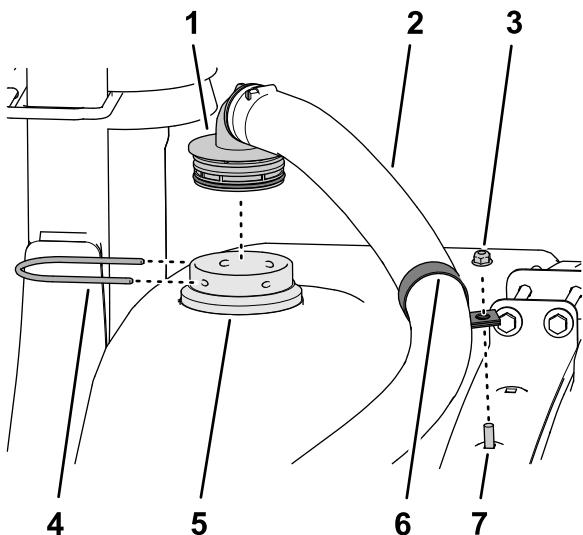

Figura 30
- Instale una abrazadera en R sobre la manguera del eyector (Figura 30).
5. Monte el acoplamiento dentado de 90° de la manguera del eyector en el pasamuros, y sujetelo al acoplamiento dentado con una horquilla de retención (Figura 30).
6. Monte provisionalmente la abrazadera en R en el perno de cuello cuadrado y sujetela (Figura 30) con una contratuerca con arandela prensada (5/16").
**Nota:** Si es necesario, ajuste la posición de la abrazadera en R para alinear la manguera del eyector (Figura 30).